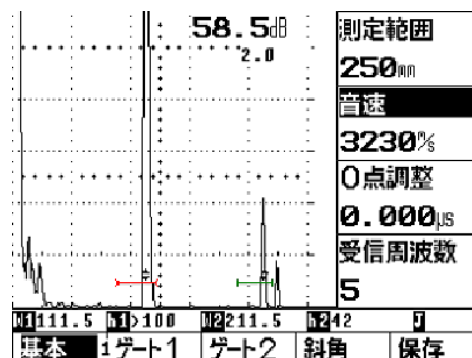

図5 測定範囲 250mm
- ③STB-A1のR100面の最大エコーを検出する。
- ④図5に示すように、ゲート1をR100面のエコーに、ゲート2をR100面の繰返しエコーに掛けるように設定する。
- ⑤R100面の繰返しエコーの高さを 40% 程度にする。